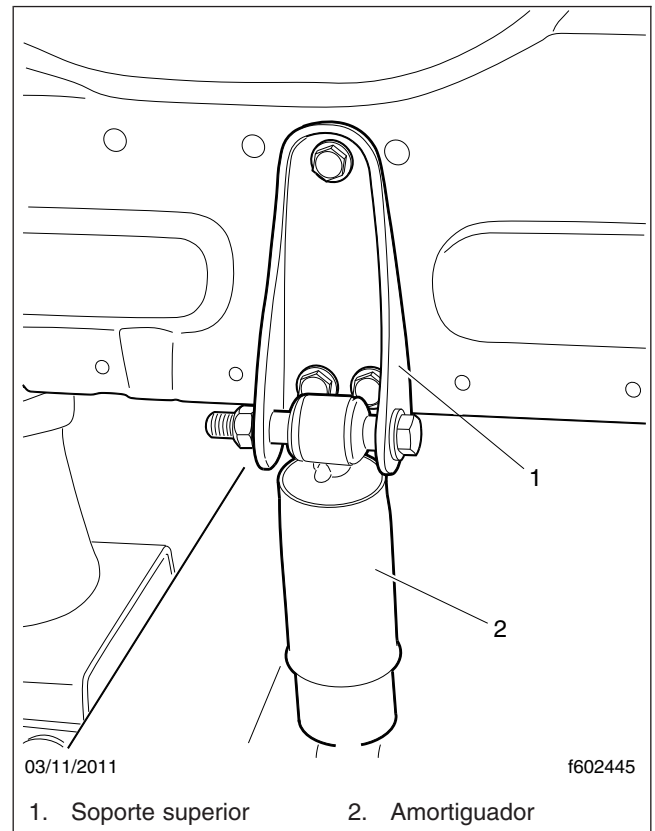

Figura 1, Amortiguador de la cabina y su soporte superior
2. Revise el par de apriete del perno superior que fija el soporte superior del amortiguador a la cabina. Si está flojo, apriete el perno a 34 lbf·ft (46 N·m). Vea la Figura 1.